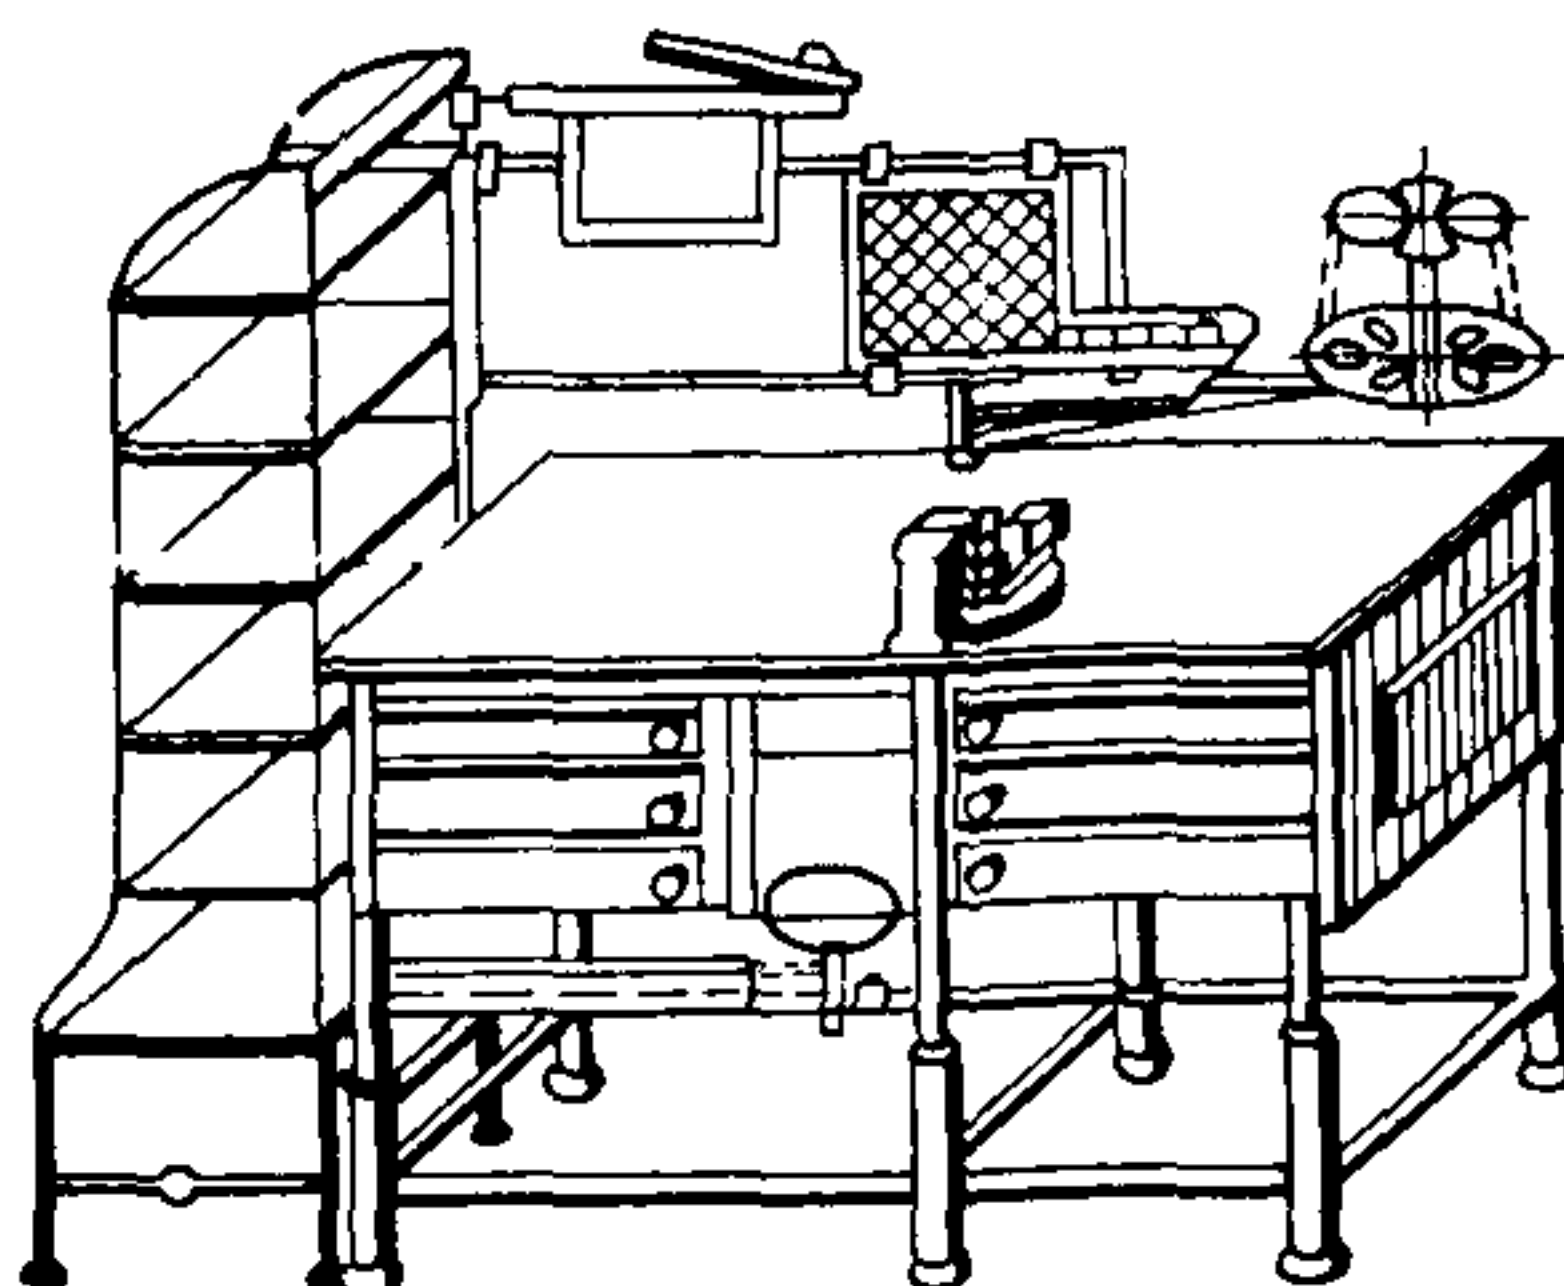

Рис. 9. Верстак слесарный предназначен для оборудования рабочего места слесаря
1. Верстак слесарный, рекомендуемый для установки на рабочем месте слесаря-ремонтника при ремонте насосов, имеет ряд конструктивных особенностей (рис. 9):